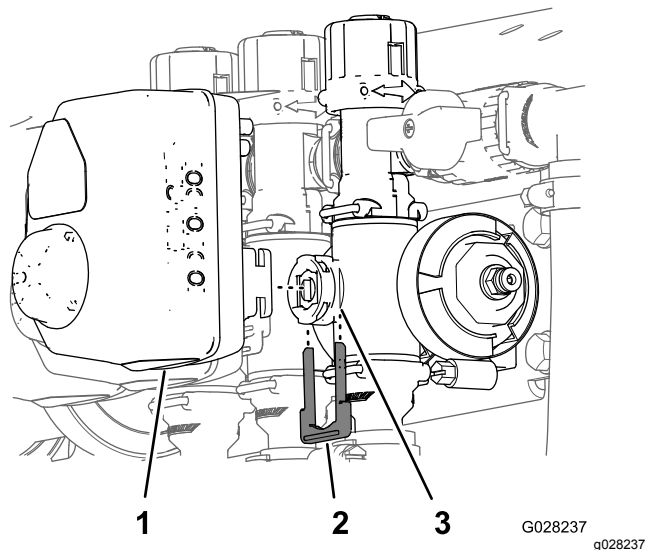

図 112
3. アクチュエータを散布量制御用、攪拌、マスターブーム、または個別ブームバルブ用のマニホルドバルブに固定しているリテーナを外す 図 112。